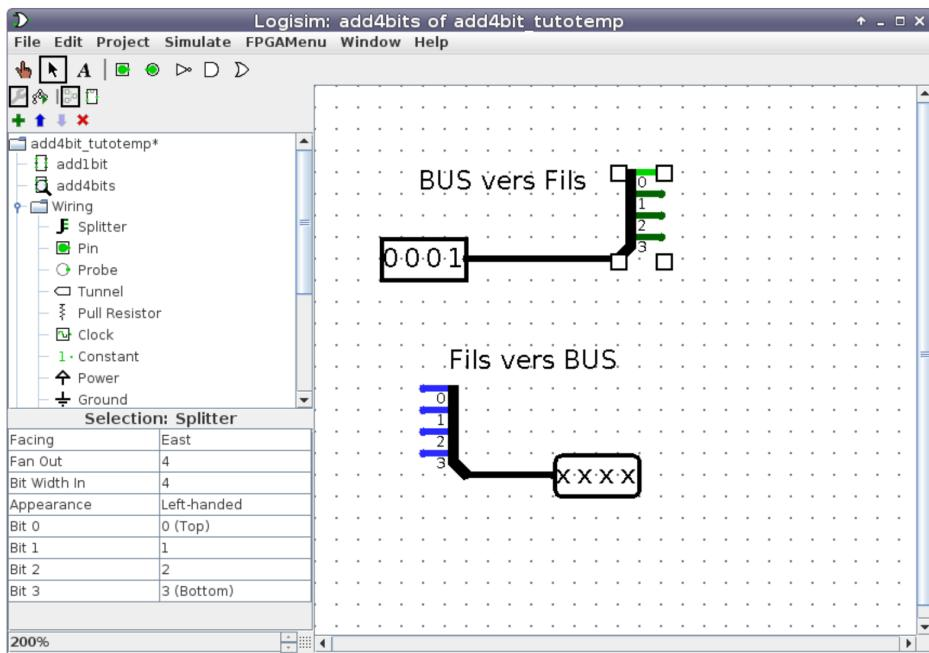

FIGURE 7 – Exemples splitters
- Lorsque nous tirons un fil de l'une de ces entrées, ce n'est plus un simple signal mais un bus de 4 bits. Pour pouvoir connecter les éléments de ce bus aux entrées des additionneurs 1 bit, nous allons devoir séparer les différents fils du bus afin de pouvoir les traiter un par un. L'élément splitter de wiring permet d'effectuer ces conversions dans les deux sens : d'un bus de 4 bits vers 4 fils, et de 4 fils vers un bus de 4 bits - voir Figure 7.